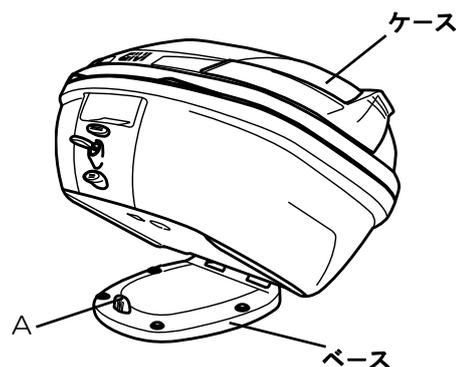

図6
4. ①ケースを取付ける
4-1.車体に取付けたマウント部に①ケースを引っ掛けます。（図6参照）